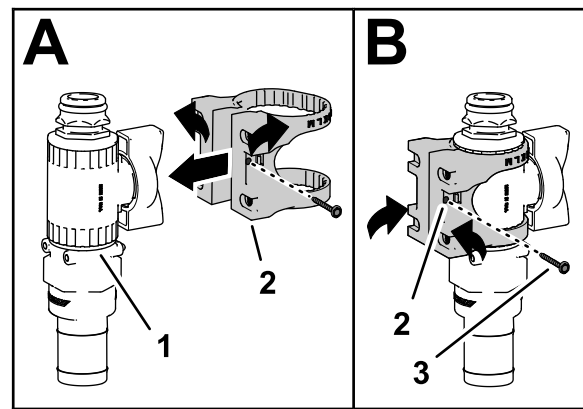

Bild 32
3. Befestigen Sie die Ventilhalterung am Regelventil, wie in A in Bild 32 abgebildet.
4. Befestigen Sie die Ventilbefestigung mit dem Bundbolzen (Nr. 6) am Regelventil und ziehen es mit der Hand an (B in Bild 32).